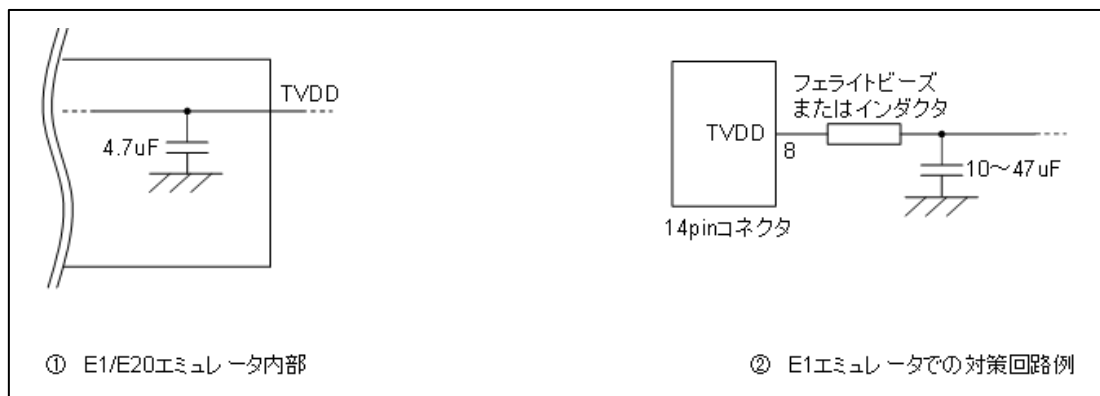

図 2-7 ホットプラグイン向け対策回路
図 2-7 ①のように E1 エミュレータの 8 番ピンには、エミュレータ内部で 4.7 μ F のコンデンサが付いているため、ホットプラグイン接続を行う場合はユーザシステム上の電源電圧が一瞬低下する場合があります。この電圧降下により MCU リセットが発生する可能性があります。図 2-7 ②に示すように、エミュレータ接続コネクタの TVDD ラインの直近にフェライトビーズ (またはインダクタ) と低 ESR で大きめなコンデンサを付けることで症状を軽減することができますが、本対策は、電圧降下を完全に改善するものではありません。なお、ホットプラグイン接続はデバッグ時のみ有効な機能であり、本機能を使用する場合は、別売のホットプラグインアダプタが必要です。